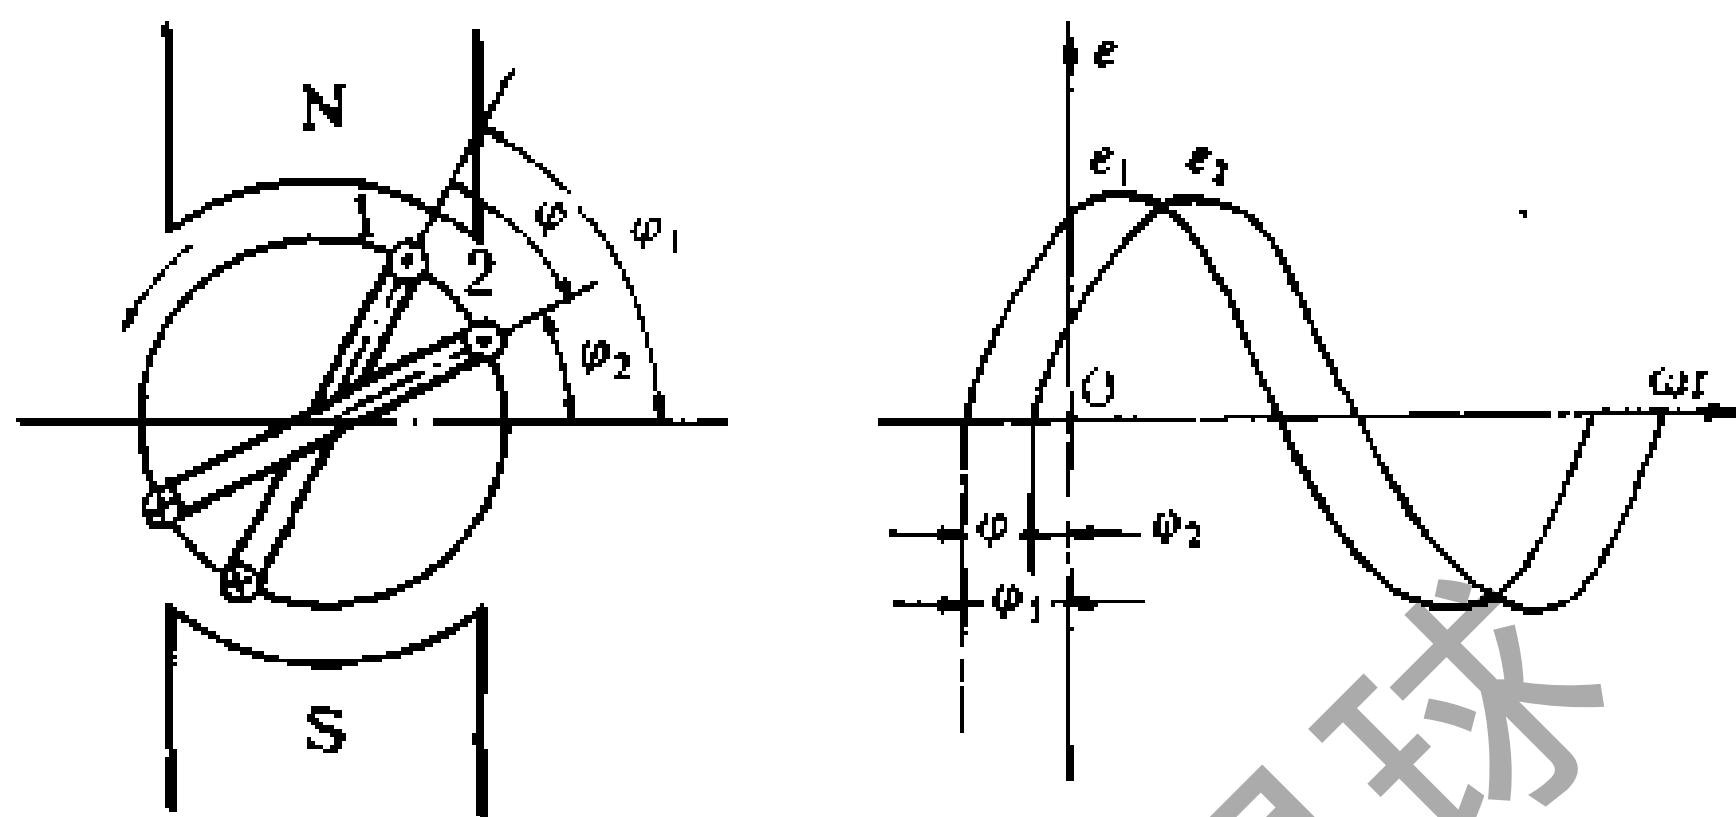

图 1-66 两个不同初角的线圈及其产生的电势波形
(2) 相位差：如果有两个频率相等，而初相角不同的正弦量，二者的初相角之差，则称为相角差或相位差。在图 1-66 中，线圈 1 的
从图 1-66 (b) 中可以看出， $e_1$  先到达零值或最大值，从相位上说  $e_1$  较  $e_2$  超前一个角度  $\varphi$ ，或者说  $e_2$  滞后于  $e_1$  一个角度  $\varphi$ 。如果两个正弦交流电相位差为零，则二者为同相。如果它们的相位差为  $180^\circ$ ，则二者为反相。应指出，只有同频率的正弦量之间，才有相位差、超前、滞后等概念；频率不同，在相位上不能进行比较。